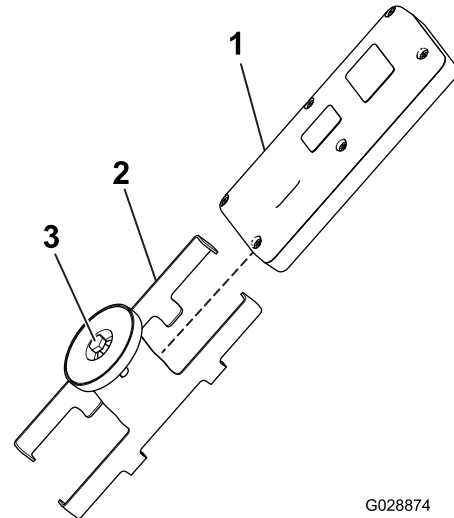

Figure 13
5. Placez la télécommande portable dans le support magnétique, réunissez les deux moitiés pour fixer la télécommande et serrez le boulon dans l'aimant (Figure 13).